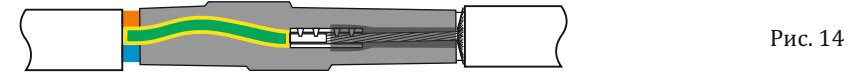

Рис. 14
Соединить РЕ-жилу с оплеткой гильзой ГМЛ (0) 2,5–6,0 (поз. 2) и обжать (см. рис. 14).